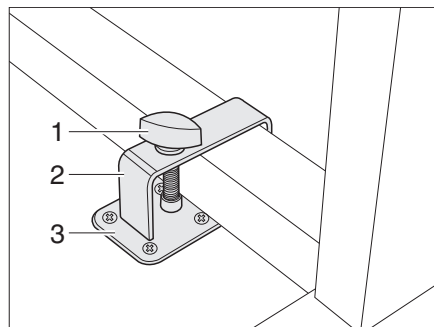
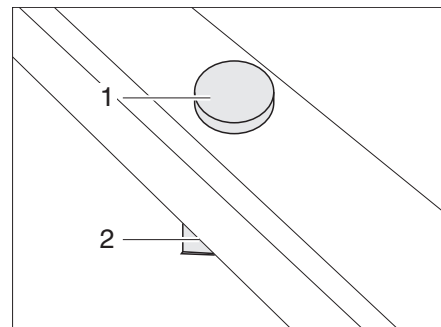

Fig. 51 Dispositif de blocage table pivotante à montage métallique
Fig. 52 Dispositif de blocage table pivotante à montage en plastique
- Placer la table pivotante près du support (Fig. 51,3) ou sur celui-ci (Fig. 52,2).
- Placer l'étrier (Fig. 51,2) avec la vis de fixation (Fig. 51,1) par-dessus le pied de table.
- Pousser l'étrier et, le cas échéant, la table pivotante de telle sorte que la vis de fixation (Fig. 51,1 ou Fig. 52,1) puisse être vissée dans le support (Fig. 51,3 ou Fig. 52,2).